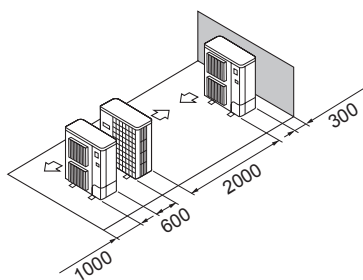

Fig. 2-16
- ⑤ Razvrstitev ene vzporedne enote (Fig. 2-16)